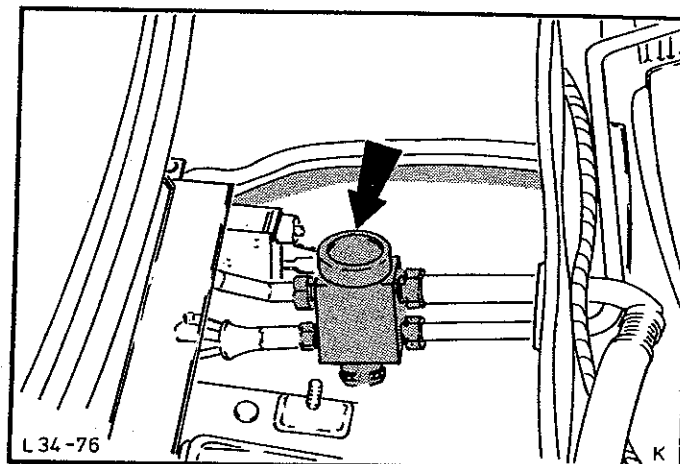

Abb.34 Ausdehnungsventil ausbauen
4. Ausdehnungsventil ausbauen, dazu die 4 Anschlüsse entfernen, Abb.34.